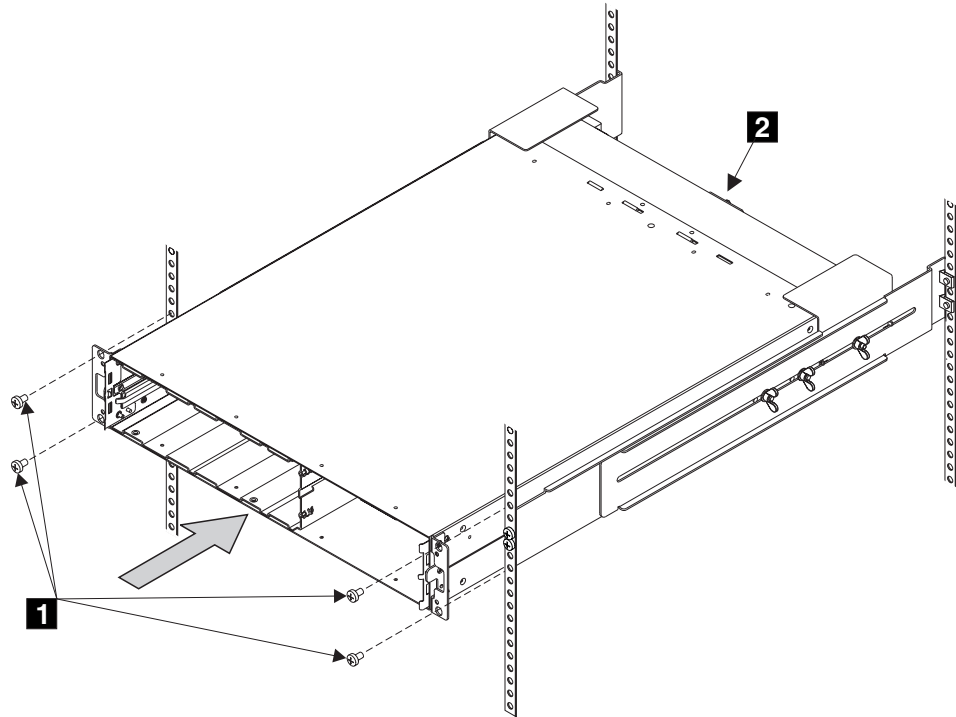

図 77. 無停電電源装置 5125 のラックへの再取り付け
5. 前部の皿頭ねじ **1** を取り付けます (231 ページの図 77 を参照)。